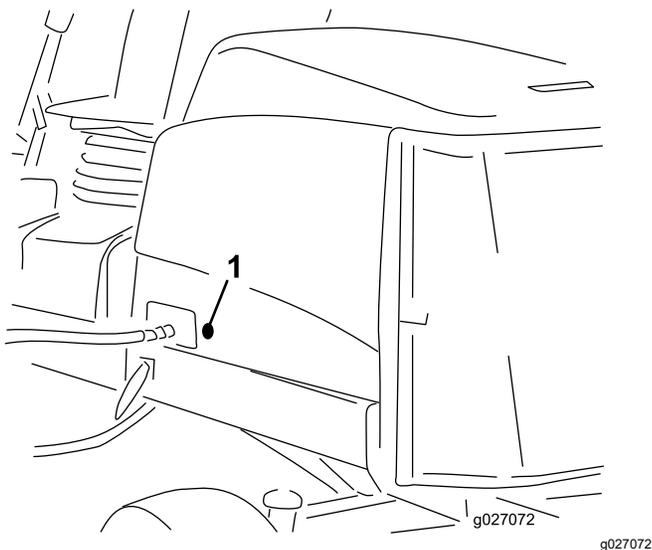

Figura 19
2. Retire o olhal de borracha do orifício do lado esquerdo do capot (Figura 19).